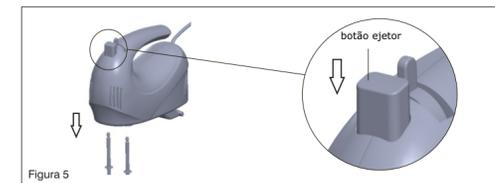

Figura 5
5. Levantar novamente a plataforma pressionando o botão de Articulação (06) da plataforma. Para a retirada dos batedores, basta pressionar o botão ejetor (figura 5).